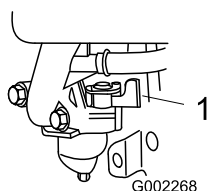

Figura 15
2. Abra la válvula de combustible moviendo la palanca a la **derecha** (Figura 15).